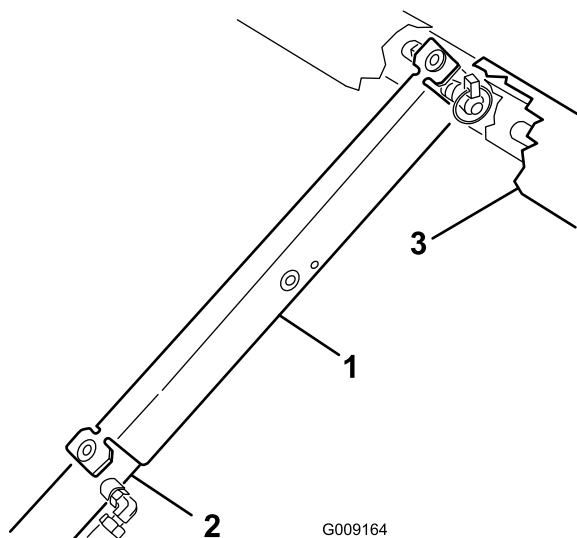

Figure 3
- C. Poussez la béquille de sécurité du pulvérisateur sur la tige du vérin et appuyez bien les pattes d'extrémités contre l'extrémité du corps du vérin et l'extrémité de la tige du vérin (Figure 3).
1. Retirez la béquille de la tige de vérin et déposez la béquille (Figure 3).